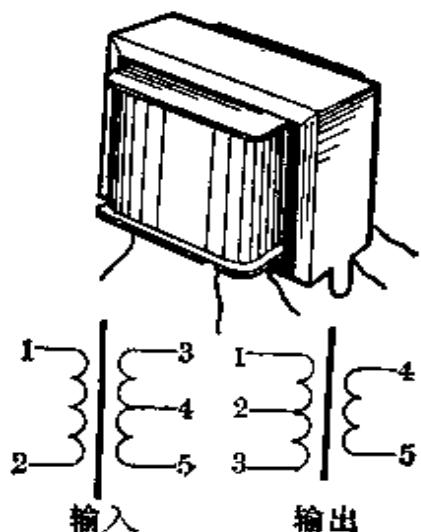

图 6-2
1. 输入和输出变压器 输入和输出变压器(简称“输入”、“输出”)的实物外形及符号见图 6-2。变压器是在闭合的铁芯上绕上两组或两组以上的线圈构成的。线圈分成初级线圈和次级线圈。由于线圈的“互感”作用，变压器具有传送交流信号的本领。变压器的另一个作用是“变换阻抗”。适当地选择初、次级线圈匝数比，便可以实现放大器前后级输出与输入的阻抗匹配，以及末级放大电路动圈喇叭的匹配。输入变压器用于低频放大器的级间耦合。输出变压器用于末级放大电路与动圈喇叭间的耦合。